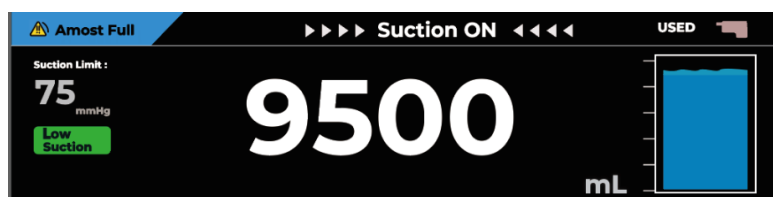

Figura 20 Condición de recipiente casi lleno (Pantalla del Panel de Control Secundario)
1. Alinee las pestañas del Distribuidor Desechable e inserte un Distribuidor Desechable nuevo (válido) en el receptáculo del Distribuidor Desechable. Empuje el Distribuidor Desechable directamente hacia el receptáculo hasta escuchar un clic (Figura 20). Confirme que el símbolo del nuevo Distribuidor Desechable (en blanco) aparezca en la pantalla de control principal y se produzca un sonido de confirmación.